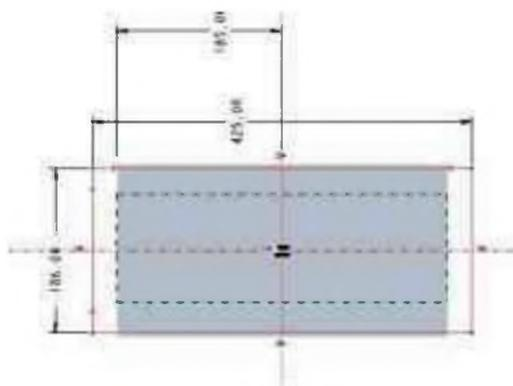

图 1-4
6) 绘制如图 1-4 所示的草绘截面，单击“草绘器”工具栏中的按钮退出草绘模式。